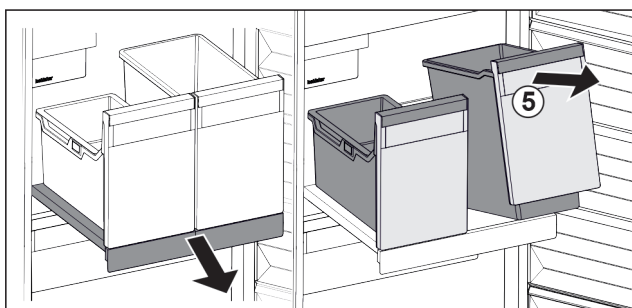

Fig. 117
- Spremnik Fig. 117 (5) podignite sprijeda.